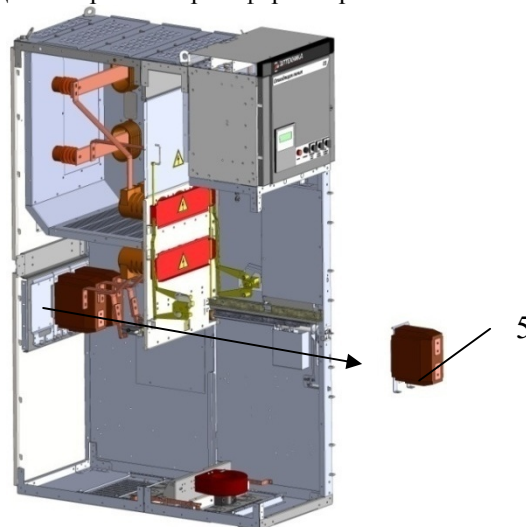

Рис. 37. Порядок демонтажа измерительных трансформаторов тока
5.2 В случае необходимости замены измерительных трансформаторов тока последовательность действий при демонтаже согласно рис. 37.